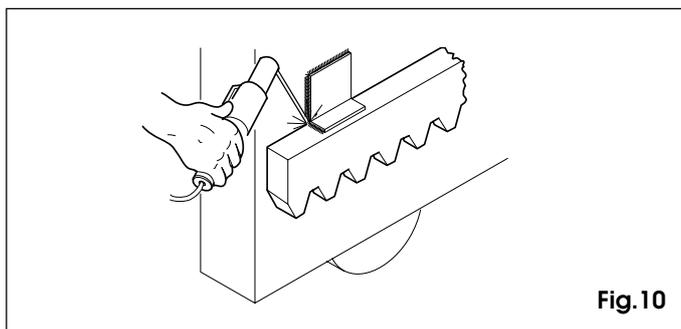

Fig.10
**Importante:** Per il fissaggio della cremagliera all'anta è necessario costruire appositi supporti in relazione alla tipologia del cancello da automatizzare. In fig. 10 viene mostrato un esempio di supporto a "L". Per il posizionamento dei supporti fare riferimento alle figg.5 e 9.